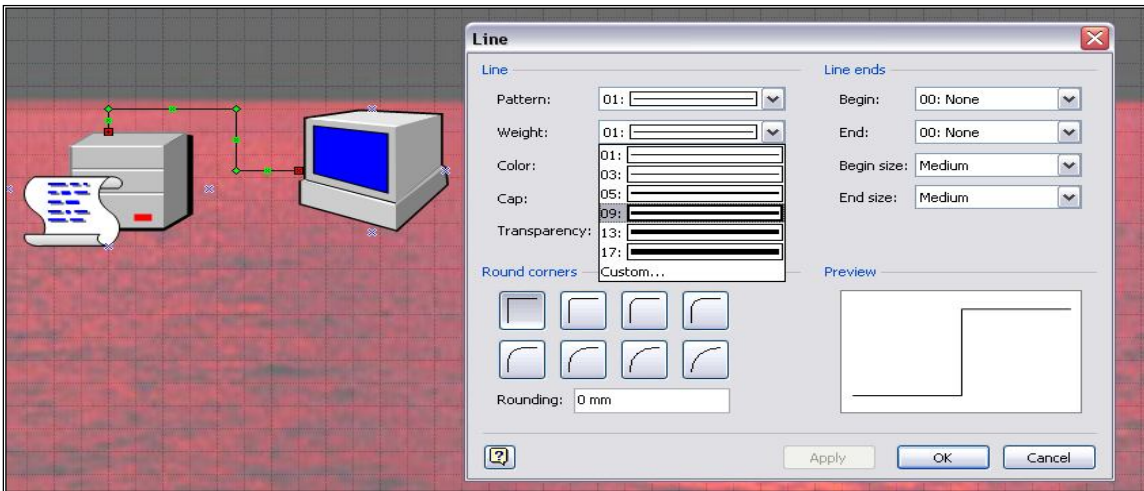

Рис. 61. Диалоговое окно **Line**
17. В диалоговом окне **Line** (рис. 61) выбрать толщину линии (например, $\text{weight} = 09$), цвет, форму.